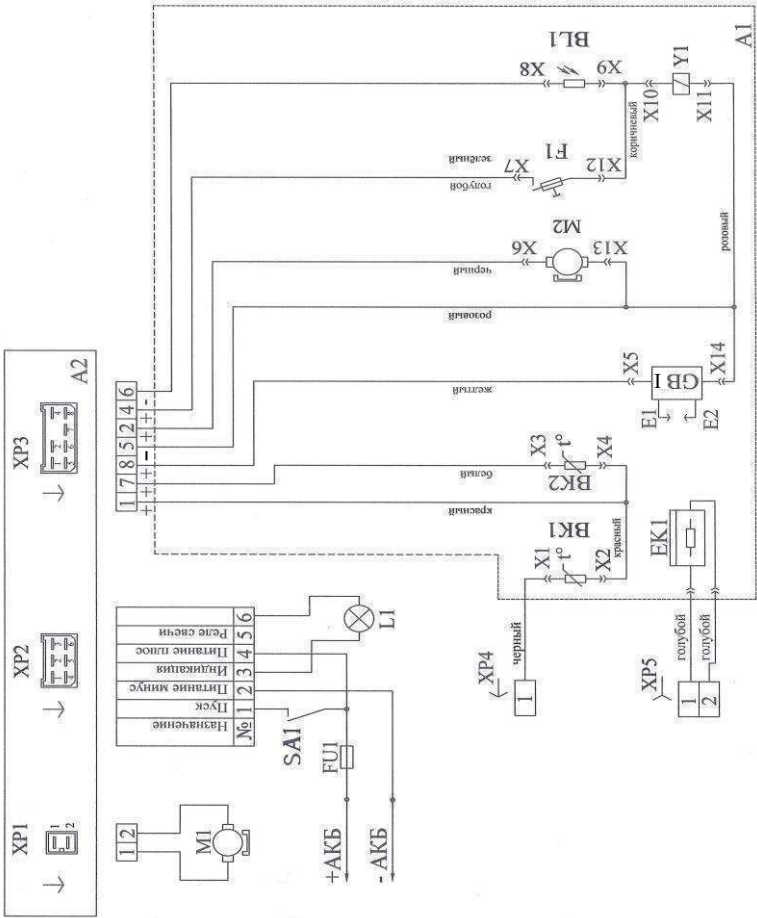

Рисунок 3 - схема электрическая принципиальная при использовании индикаторной лампы и выключателя на подогревателях 15.8106-05, 15.8106.000-05, 15.8106-05
4.1.1 Для запуска подогревателя необходимо включить клавишу SA1 рисунок 3, установленной в салоне (кабине) АТС. Контроль работоспособности подогревателя выводится на контрольную лампу L1.